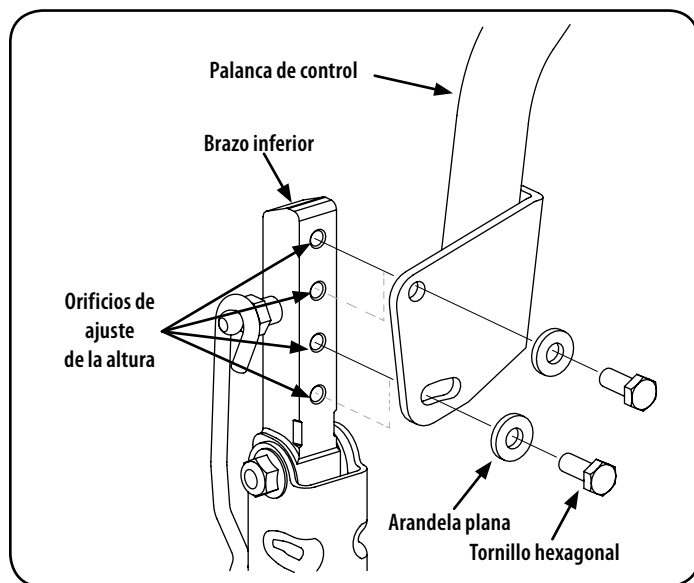

Figura 31
2. Mientras sostiene la palanca de control para evitar que caiga, quite el tornillo hexagonal y la arandela plana de la base de la palanca de control y del brazo inferior. Consulte la Figura 31.
1. Afloje el tornillo hexagonal si aún no lo aflojaron y rote la palanca de control hacia adelante o hacia atrás a la posición deseada. Vea la Figura 31.